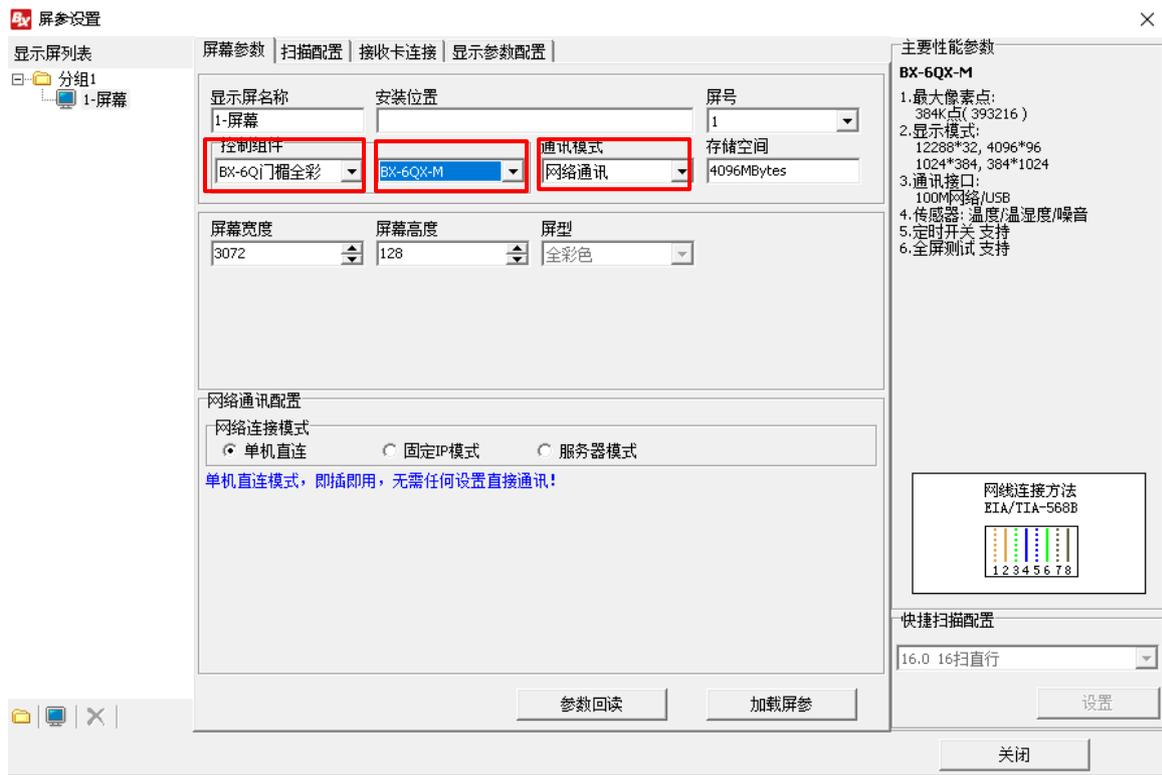

图 2
2. 进入设置屏参界面后，在“控制组件”下选择对应的控制器系列以及控制器型号，“通讯模式”选择网络通讯，如图 2 所示。